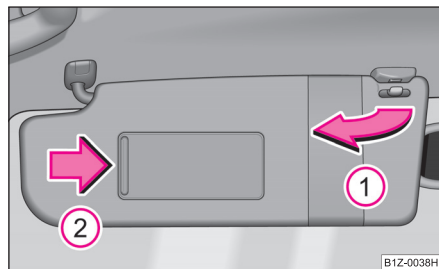

Fig. 43 Parasolarele: Rabatarea
Parasolarul conducătorului și al pasagerului din dreapta pot fi scoase din suporturi și îndreptate către uși ① ⇒ fig. 43.